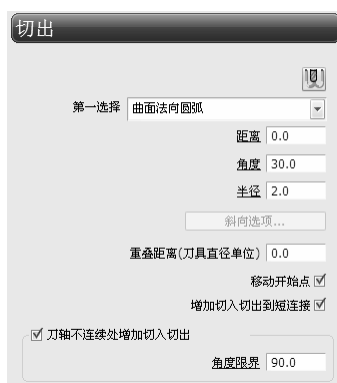

图 3-172 “切出”选项卡
2) 选择“切出”选项, 选择“曲面法向圆弧”切入方式, 设置“距离”为 0.0, “角度”为 30.0, “半径”为 2.0, 如图 3-172 所示。